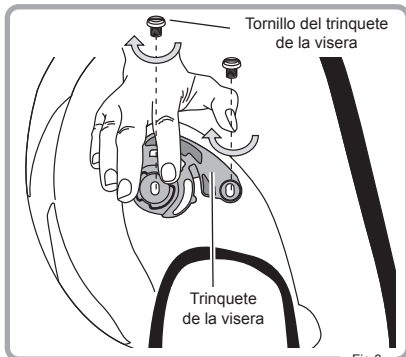

Fig.3
- 3 Apriete bien los tornillos del trinquete de la visera en el sentido de las agujas del reloj. Repita el mismo procedimiento con el otro trinquete de la visera. Los trinquetes estarán montados (Fig. 3)